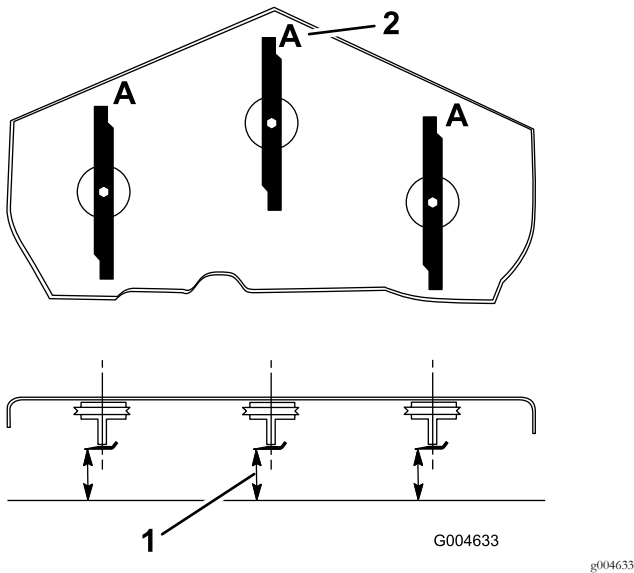

图20
3. 旋转刀片直至刀片端部前后对照图20。测量从水平地面到刀刃的距离刀片的位置 A 图20。记录此尺寸。